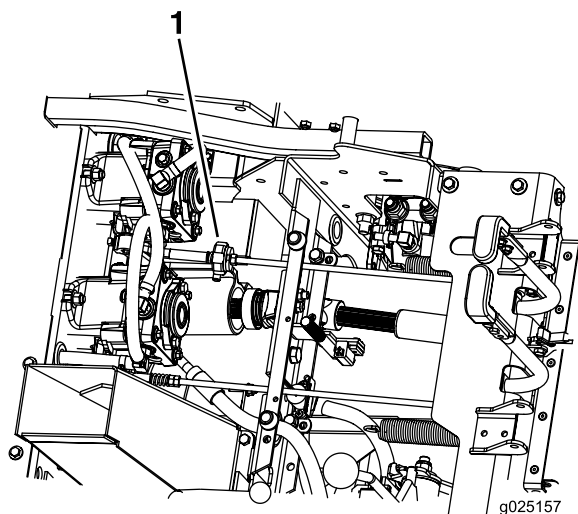

Figura 52
7. Verifique e certifique-se de que a máquina não desliza quando está em ponto morto com o travão de estacionamento desengatado (Figura 52).